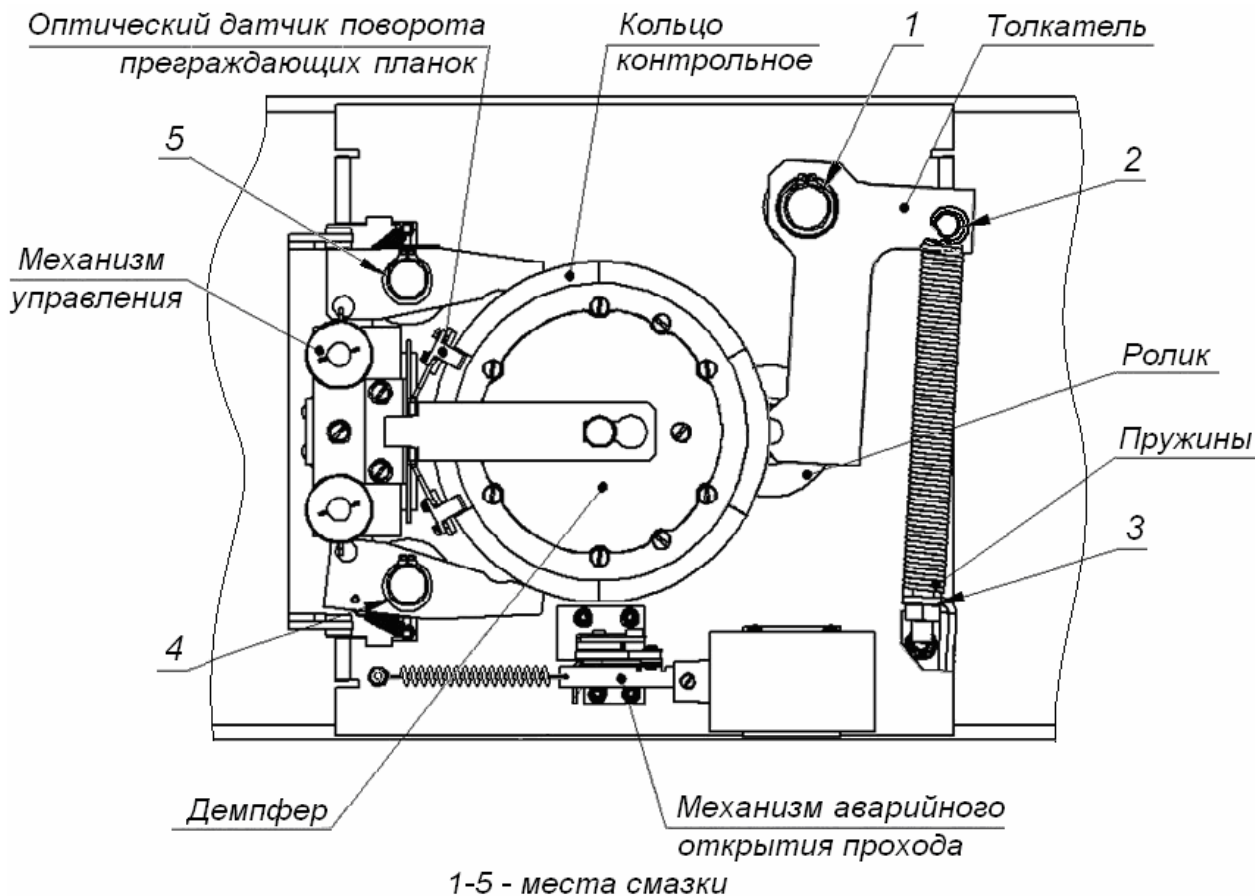

Рисунок 15. Расположение внутренних деталей и узлов стойки ЭП
4. Снимите крышку (3) в порядке, указанном в разд. 6 и положите ее на ровную устойчивую поверхность.
5. Осмотрите устройство доворота (толкатель, пружины и ролик), оптические датчики поворота преграждающих планок и демпфирующее устройство (см. рис. 15).
- смазкой типа **Chain and Rope Lube Spray - WEICON** оси вращения рычага толкателя (1, рис. 15) ролика и стопоров (4, 5, рис. 15);
- смазкой ШРУС-4 точки крепления пружин доворота (2, 3, рис. 15).
9. Проверьте крепление преграждающих планок (4) в шарнирных узлах турникета и, при необходимости, подтяните крепежные винты.